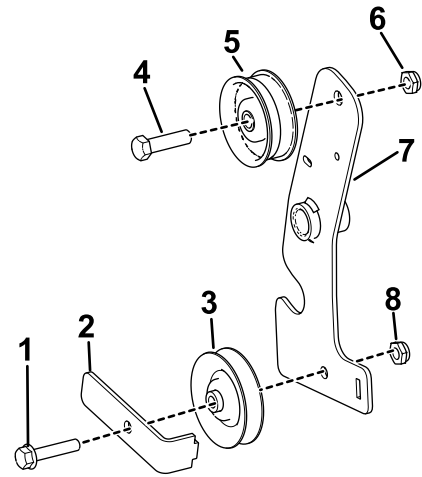

Bild 17
- Montieren Sie die flache Umlenkrolle am oberen Ende des Traktionskupplungsarms und befestigen Sie diese mit der Schraube (3/8" x 1 3/8") und der Sicherungsmutter (3/8") (**Bild 17**).
- Montieren Sie die Keilriemenscheibe, den Antriebsriemen und die Riemenführung an der Unterseite des Traktionskupplungsarms und sichern Sie diese mit der neuen Schraube (5/16" x 1 1/2") und der Sicherungsmutter (5/16") (**Bild 17**).